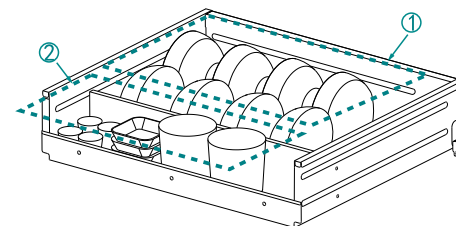

图10 上室主层架分区收纳示意图
- ①上室收纳盘刀具收纳区：可收纳肉刀、菜刀、水果刀、炒勺、汤勺、漏勺、锅铲、刮刨、打蛋器等约10头。
- ②上室收纳盘筷子收纳区：可收纳最长235mm筷子约10双。
- ③上室收纳盘小件收纳区：可收纳汤勺约10头。
3) 上室主层架分为小碗收纳、杂件收纳2个收纳区，消毒时其总标准承载量为6Kg。分区收纳方式如图10: